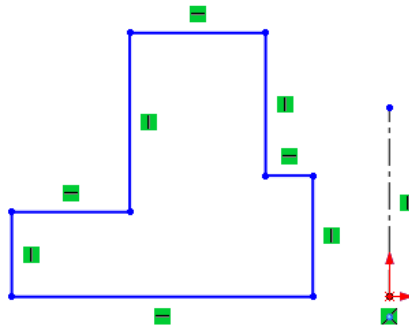

Рисунок 1 – Чорновий ескіз з автоматичними взаємозв'язками
- Намалуйте наближено контур перерізу вашої деталі (приклад для варіанту 1.1 показано на рис. 1).